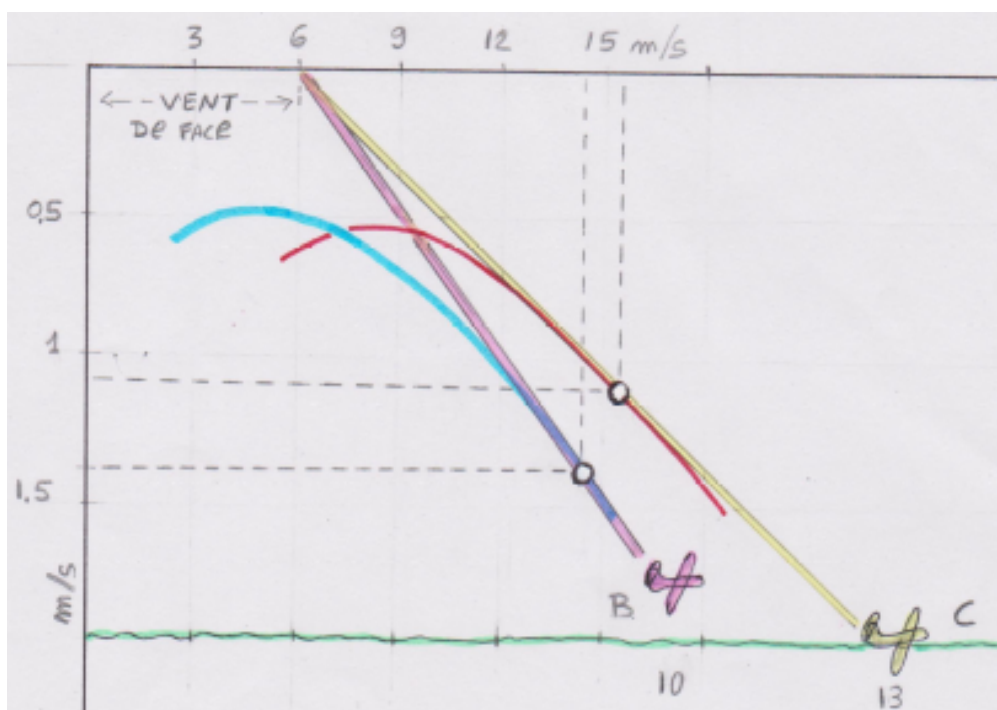

fig.5 Le ballastage décale la polaire : vent de face l'origine de la tangente est déplacée vers la droite de la valeur du vent à remonter.
(fig5) Face à un vent de 6 m/s le planeur (C) ballasté, finesse/sol 13, parcourt plus de terrain que (B) qui vole à vide.